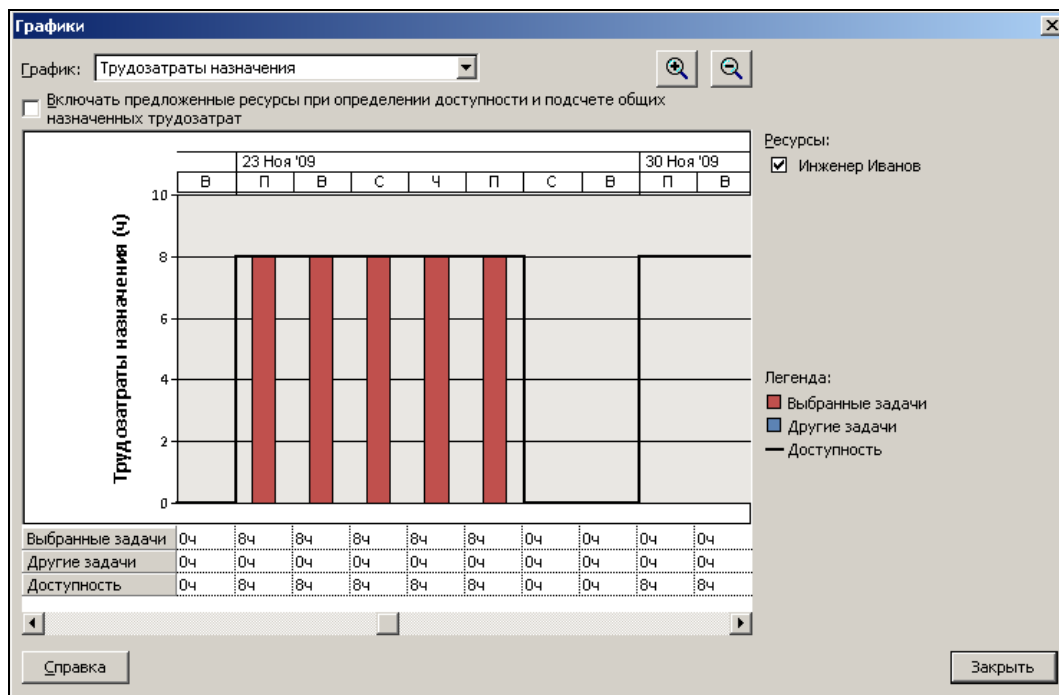

Рисунок 6.10 – Трудозатраты назначения
2. **Трудозатраты назначения** – отображение количества рабочих часов, затрачиваемых ресурсами на задачи (см. рисунок 6.10).